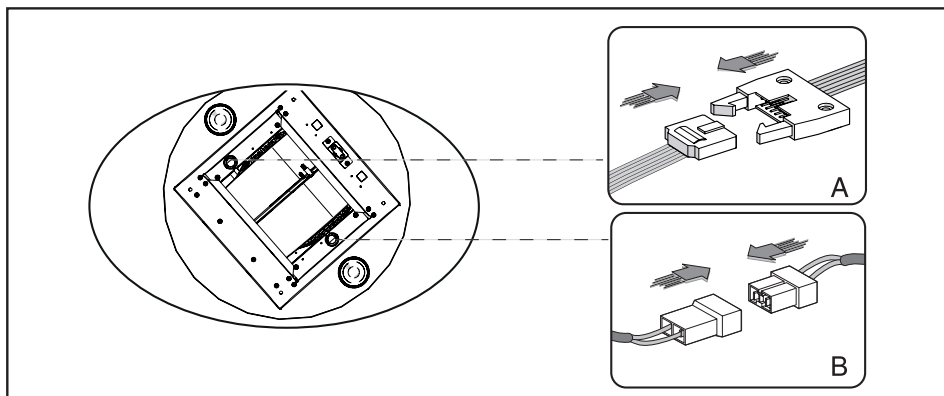

Fig.14
6. Procédez aux connexions électriques voulues entre le corps de la hotte et le groupe moteur. **(Fig. 14 A et B).**